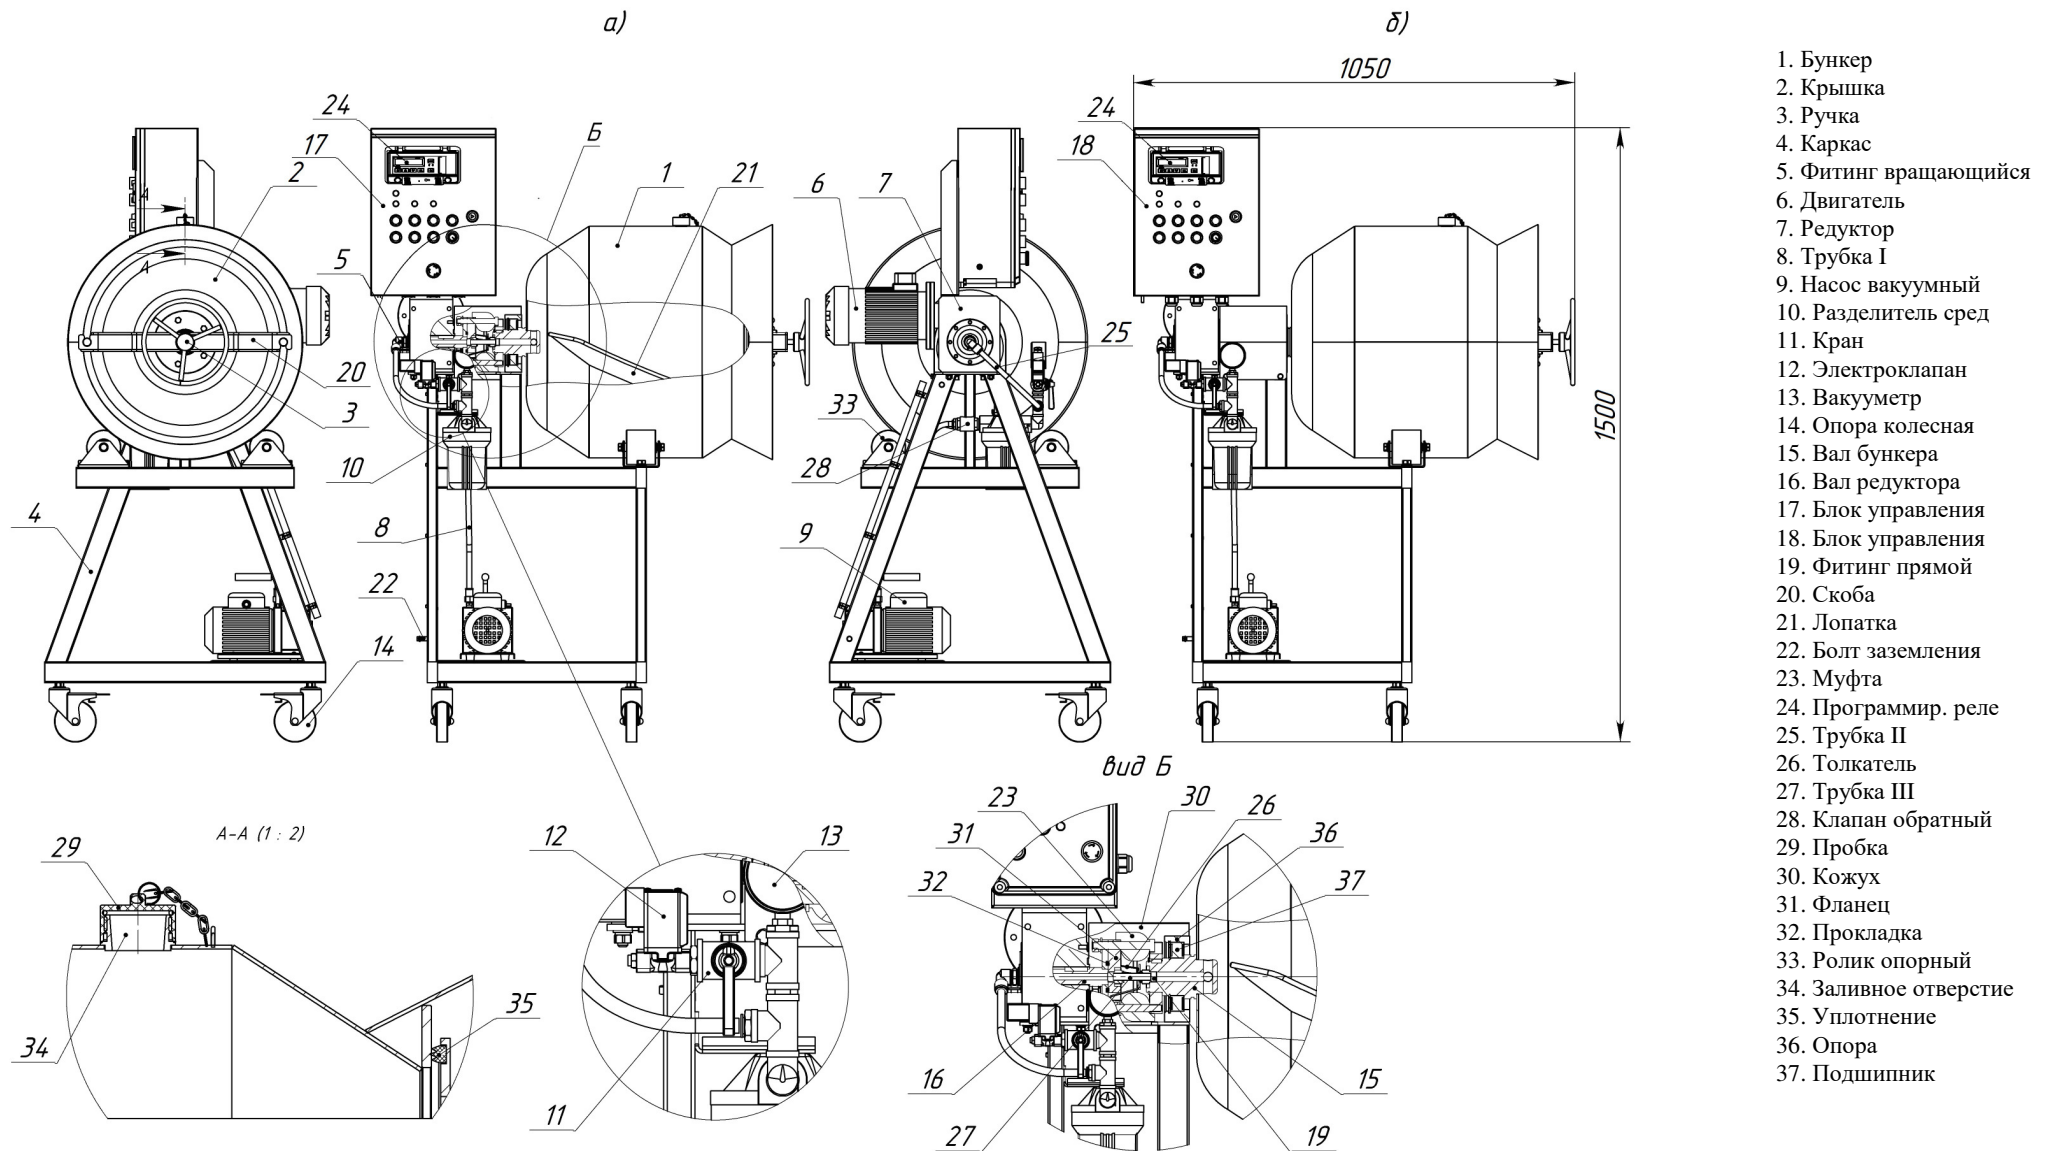

Рисунок 1. Массажер вакуумный: а) ИПКС-107-100(Н); б) ИПКС-107-100Ч(Н).
7.11 Во время работы массажера необходимо следить за величиной остаточного давления по вакуумметру 13 (рисунок 1, 2).